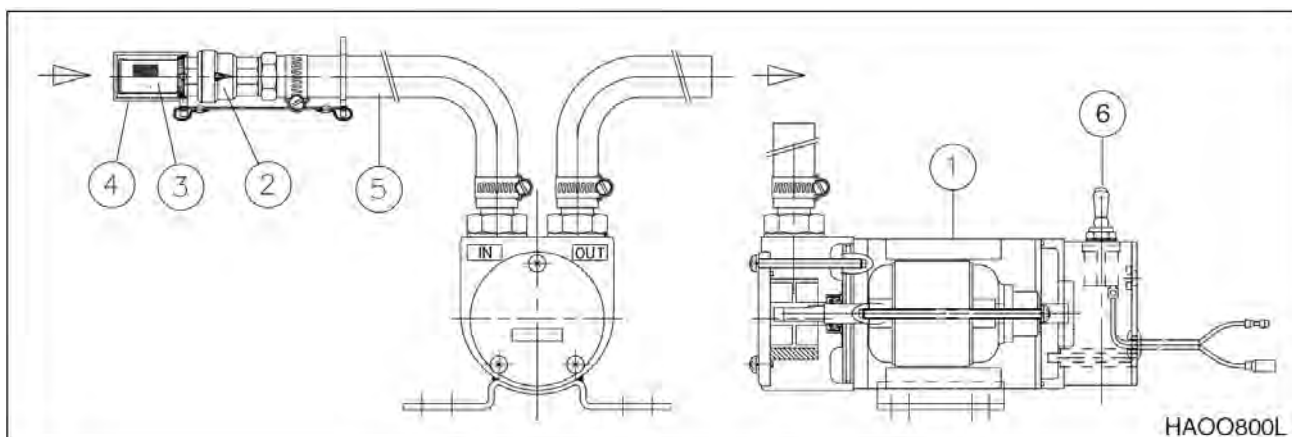

Рис. 92
1. Снять колпачок (4, рис. 92) фильтра грубой очистки (3) на конце впускного шланга (5).
**ПРИМЕЧАНИЕ:** Поместить колпачок фильтра (4, рис. 92) в безопасное место, чтобы после окончания заправки закрыть фильтр (3).
2. Вставить впускной шланг (5, рис. 92) в емкость с топливом для дозаправки.
3. Установить переключатель (6, рис. 92) топливного насоса во включенное положение (ON).
4. Сразу по окончании перекачки топлива установить переключатель (6, рис. 92) в отключенное положение (OFF), чтобы остановить насос.
5. Поднять впускной шланг (5, рис. 92) из топливной емкости и перевести переключатель (6) на 2 – 3 секунды во включенное положение (ON), чтобы слить оставшееся в шланге топливо в топливный бак.
6. Установить колпачок (4, рис. 92) впускного фильтра грубой очистки (3) и вернуть впускной шланг (5) в положение для хранения.